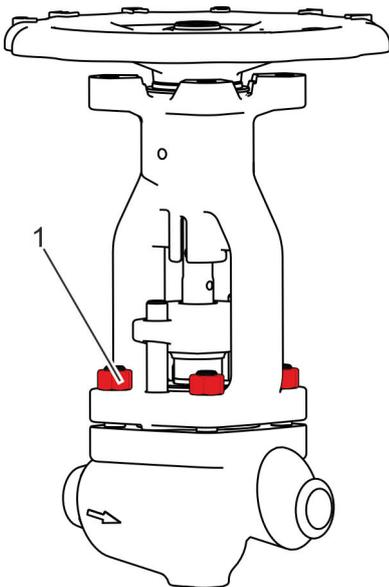

Abb. 50: Verschraubungen am Bügel-aufsatz lösen
- 45. ▶ Muttern (Abb. 50/1) am Bügel-aufsatz lösen und entfernen.